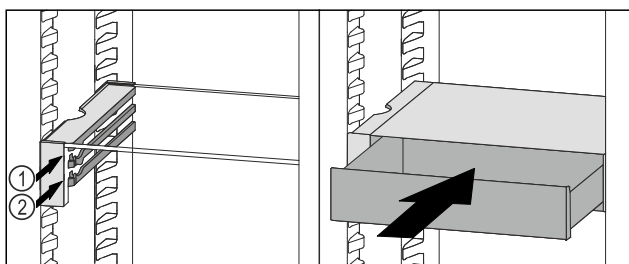

Fig. 113
- ▶ Установите выдвижной ящик VarioSafe за стопоры на требуемый выступ *Fig. 113 (1)* или *Fig. 113 (2)*.